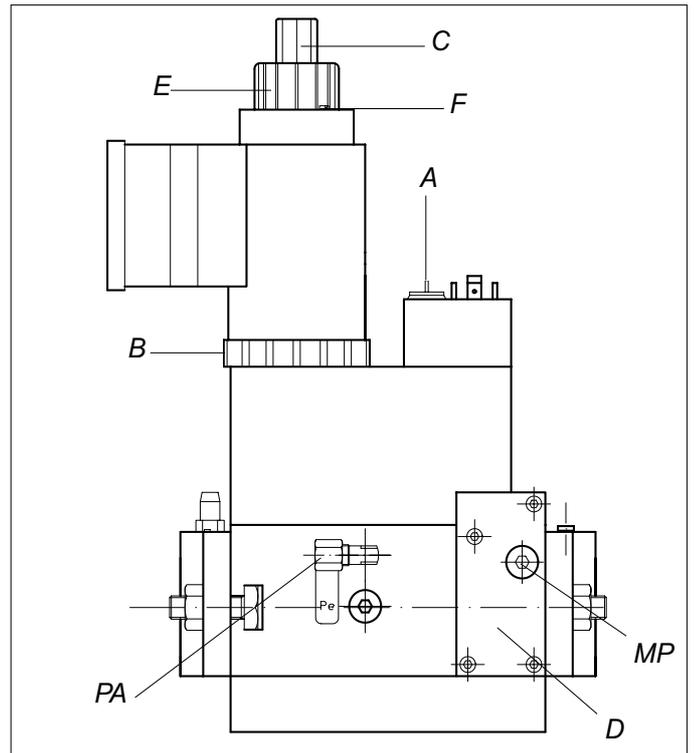

Fig. 11 Multibloc Dungs MB-ZRDLE B01-S52 (2 allures)
- Reprendre et affiner les réglage de débit de 1^e et 2^e allure en agissant sur les réglages du Multibloc Dungs MB-ZRDLE B01-S52 comme indiqué dans Fig. 11.